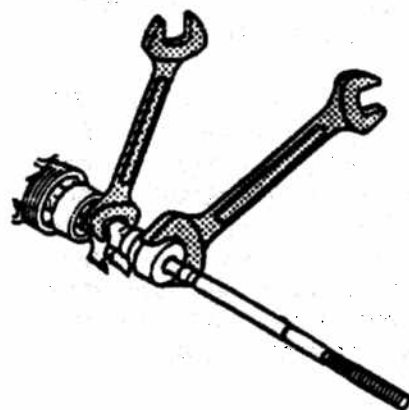

FIGURA 1
7. Empuje el amortiguador direccional fuera del tornillo de ajuste interno exponiendo las partes planas de la pieza. Desatornille el tornillo de ajuste usado de la parrilla y el piñon. Para prevenir daño a la parrilla y al piñon las partes de la parrilladeberán de ser apoyadas de tal forma que puedan resistir la fuerza de rotación requerida para remover el tornillo de ajuste (Figura 1).